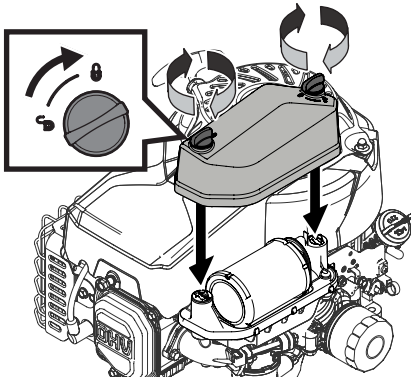

Figure 15
7. Fixez le couvercle du filtre à air (Figure 15). Tournez les vis à oreilles dans le sens des aiguilles d'une montre d'un quart de tour jusqu'à ce qu'elles soient bien serrées. Vérifiez qu'il n'y a pas de désalignement.